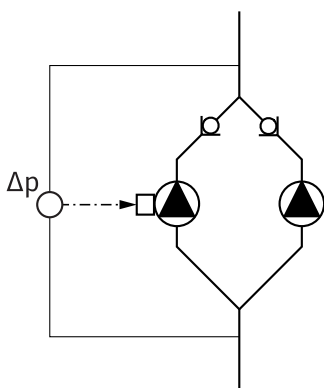

Fig. 18: Exemple de raccord du capteur de pression différentielle
- Dans l'exemple présenté sur la Fig. 18, la pompe maîtresse est la pompe gauche dans le sens d'écoulement. Raccorder le capteur de pression différentielle sur cette pompe.
- Les points de mesure du capteur de pression différentielle de la pompe maîtresse doivent se trouver dans le tuyau du collecteur concerné côté aspiration et refoulement de la station à double pompe (Fig. 18).